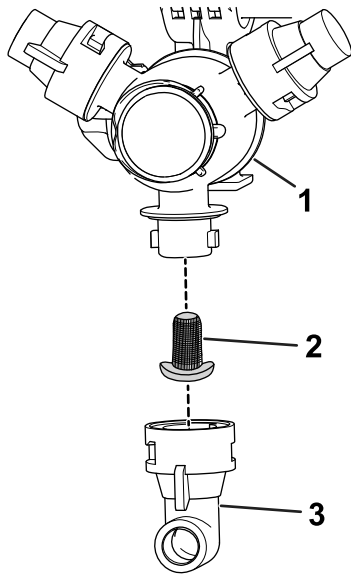

Figure 106
2. Retirez la buse de la tourelle de pulvérisation (Figure 106).
3. Retirez le filtre de buse usagé (Figure 106).
4. Montez le filtre de buse neuf (Figure 106).
5. Installez la buse sur la tourelle de pulvérisation (Figure 106).